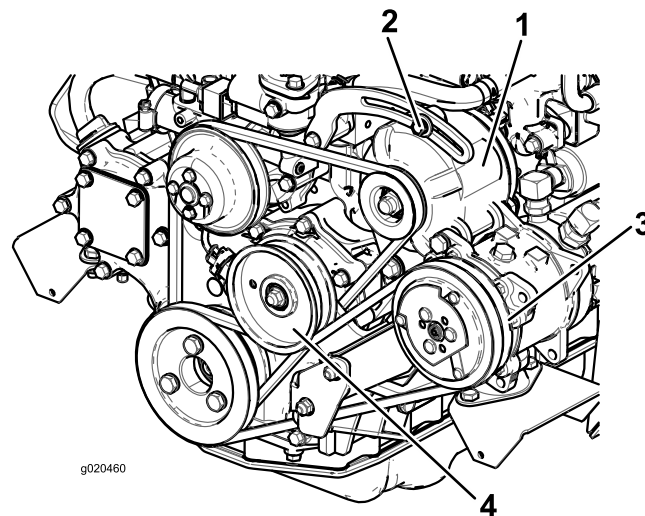

Bild 68
Prüfen Sie den Zustand und die Spannung des Riemen (Bild 68) alle 100 Betriebsstunden.
2. Lockern Sie bei einer Durchbiegung von mehr oder weniger als 10 mm die Befestigungsschrauben der Lichtmaschine (Bild 68). Erhöhen oder reduzieren Sie die Spannung des Lichtmaschinen-Treibriemens und ziehen Sie die Schrauben wieder fest. Prüfen Sie die Riemen Spannung noch einmal auf korrekte Einstellung.
Spannscheibe (Bild 68). Erhöhen oder reduzieren Sie die Spannung der Kompressor-Riemenspannung und ziehen Sie die Schraube fest. Prüfen Sie die Riemenspannung noch einmal auf korrekte Einstellung.